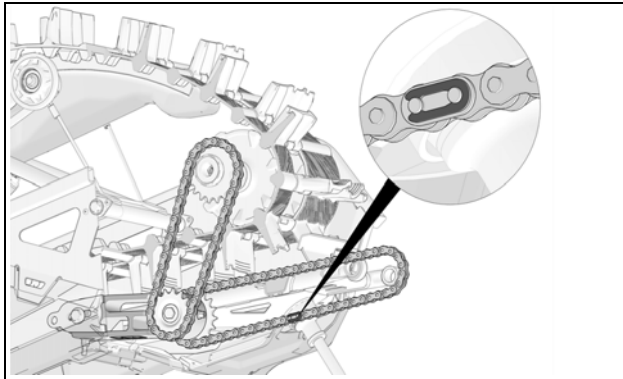

Figure 26
- Installer la chaîne fournie au pignon moteur et au pignon libre du tendeur. Joindre les deux extrémités de la chaîne à l'aide du maillon de raccordement. Voir la Figure 26.